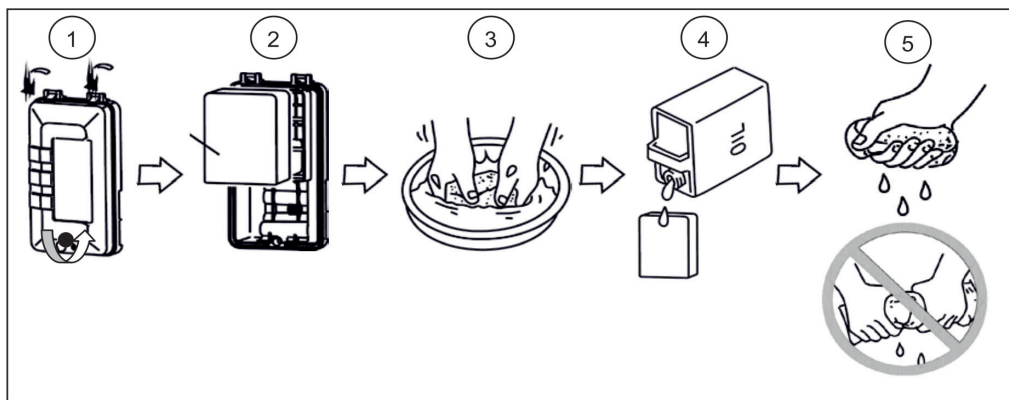

Рис. 18
1. Снимите крышку воздушного фильтра, открутив винт крепления крышки (Рис. 18)